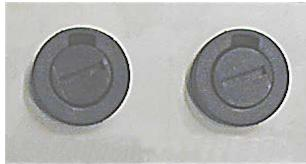
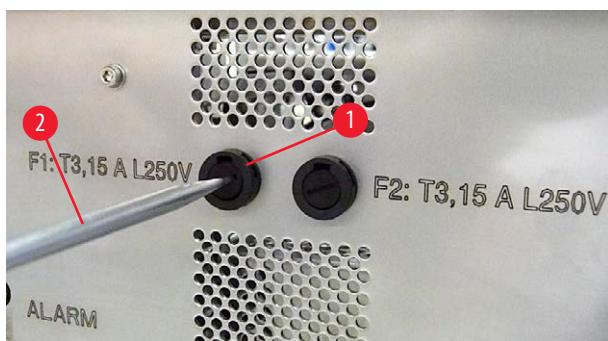

图 61
图 62
- 检查两条备用保险丝之一 (→ "图 61") 是否故障 (仪器背板上的 **F1**、**F2** (→ "图 62"))。